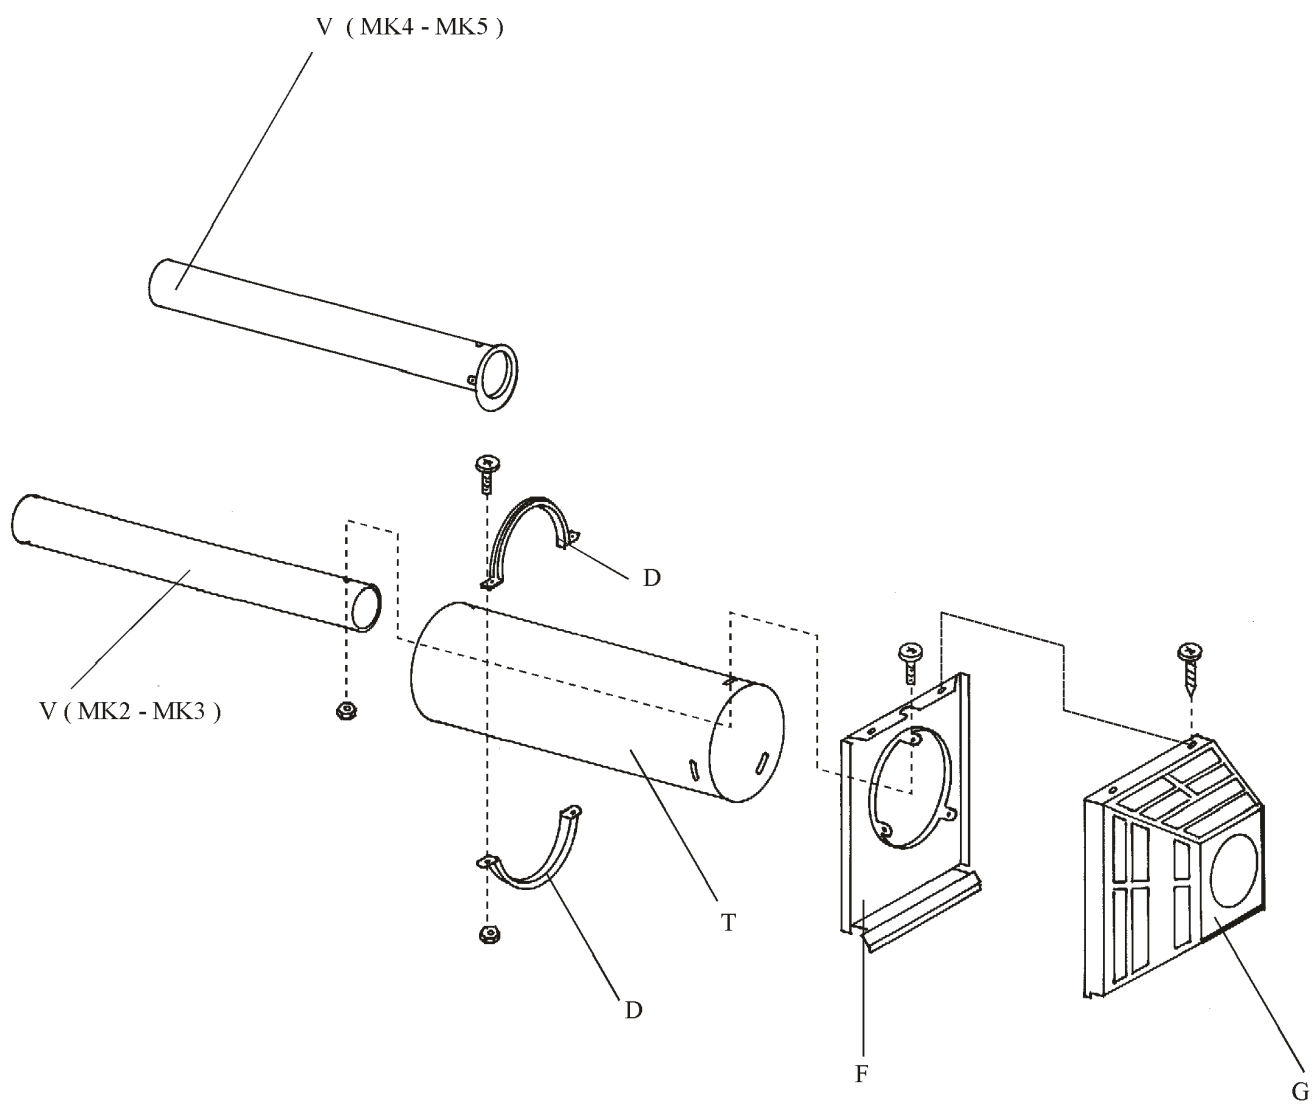

Fig. 5
Die Außenwand besteht aus den folgenden Bestandteilen (Fig. 5):
The wall vent consists of the following components (fig.5)
- Die Länge des Luftzufuhrrohres T (Fig 5) = die Dicke der Mauer + 55mm
- Die Länge des Abflußrohres V (Fig. 5) = die Dicke der Mauer + 130 mm.
- Befestigen Sie den Flansch F auf das Luftzufuhrrohr (Fig. 5) in der Nähe von den vorausgesehenen Löchern.
- Schieben Sie das Abflußrohr V ab der Außenseite in das Luftzufuhrrohr T und lokalisieren Sie die über das Abfuhröhre des Gasradiators. Befestigen Sie das Abflußrohr an den obersten Teil des Luftzufuhrrohres (Fig. 5)
- The length of the air supply pipe T (fig. 5) = the wall thickness + 55 mm.
- The length of the outlet pipe V (fig. 5) = the wall thickness + 130 mm.
- Attach the flange F to the air supply pipe (fig. 5) at the height of the holes provided.
- Insert the outlet pipe V into the air supply pipe T from the outside, and locate it over the outlet tube of the gas radiator. Attach the outlet pipe to the upper part of the air supply pipe (fig.5)